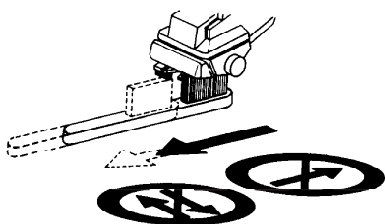

Figure 9
• Clean the stylus with the supplied cleaning brush. Important: brush from the back to the front only, as shown in Figure 9.
2. Die Abtastnadel mit der mitgelieferten Reinigungsbürste reinigen. Wichtig: Nur von hinten nach vorne bürsten. Siehe **Abbildung 9**.
2. Nettoyer la pointe de lecture avec la brosse fournie. Important : brosser d'arrière en avant uniquement. Voir **Figure 9**.